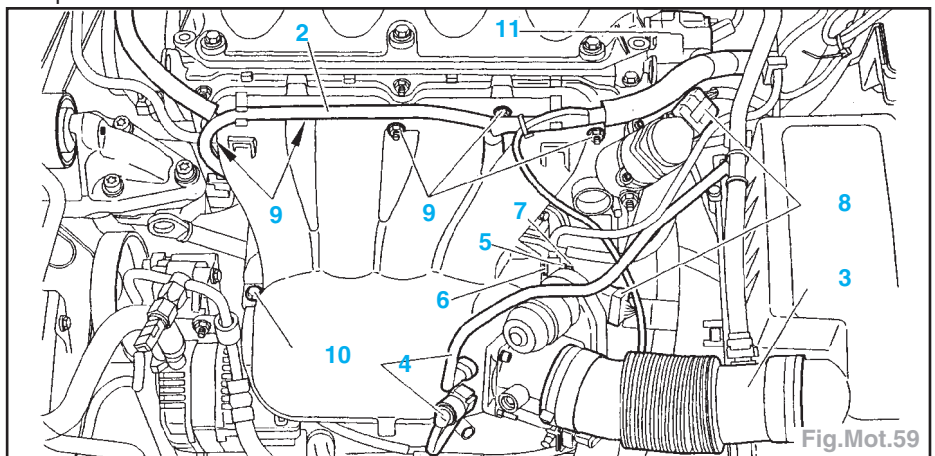

Fig.Mot.59
- la courroie de distribution (Fig.Mot.59).
- le faisceau (2),
- le manchon (3),
- les tuyaux (4).
- Déposer les écrous (5).
- Maintenir l'écrou (6) et dévisser à fond la vis (7).
- Déconnecter les connecteurs (8) .
- les écrous (9),
- la vis (10),